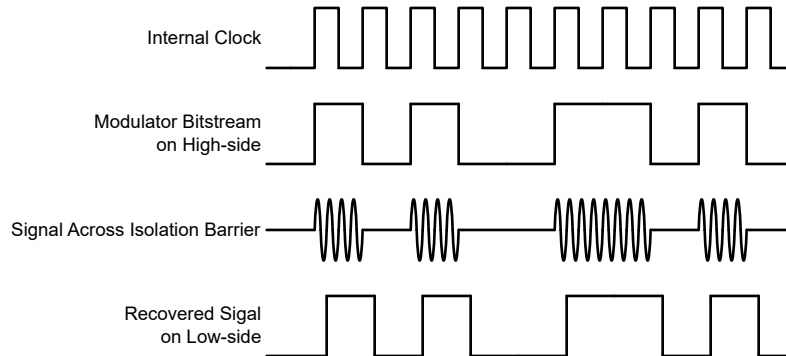

図 7-1. OOK ベースの変調方式
図 7-1 に示されているように、AMC0381R-Q1 は、オン / オフ キーイング (OOK) 変調方式を使用して、変調器の出力ビットストリームを、SiO₂ ベースの絶縁膜間で伝送します。送信ドライバ (TX) をに 機能ブロック図 示します。TX は、内部で生成された高周波キャリアを絶縁バリア越しに送信し、デジタル 1 を表現します。ただし、TX はデジタル 0 を表す信号を送信しません。AMC0381R-Q1 で使用されるキャリアの公称周波数は 480MHz です。